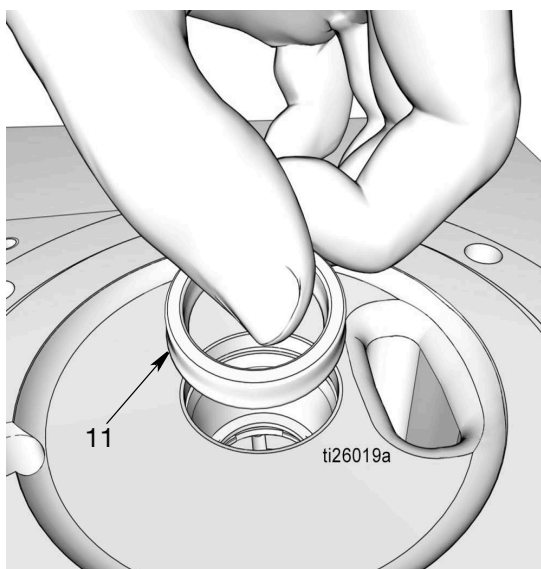

FIG. 32
- d. Mettre le joint (11). S'assurer que les lèvres du joint sont orientées vers le bas comme montré sur la FIG. 32.